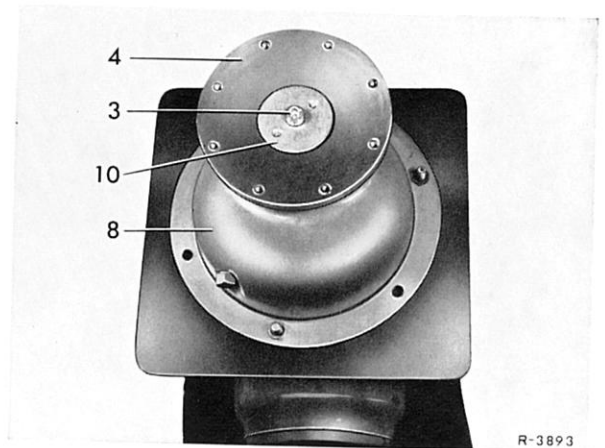

Bild 42-10/8
7 Innensechskantschraube (3) aus der Membranstange herausrauben und Membrane (4) mit beiden Membrantellern (10) abnehmen (Bild 42-10/8).